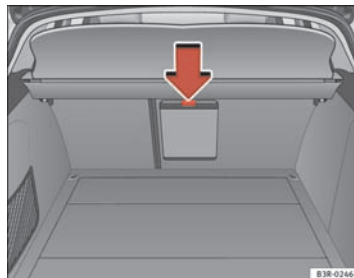

Fig. 128 Vue partielle de l'arrière des places arrière : cache du fourreau
- Appuyez sur la touche de déverrouillage du cache du fourreau ⇒ page 157, fig. 128 -flèche- et basculez le cache vers le bas.